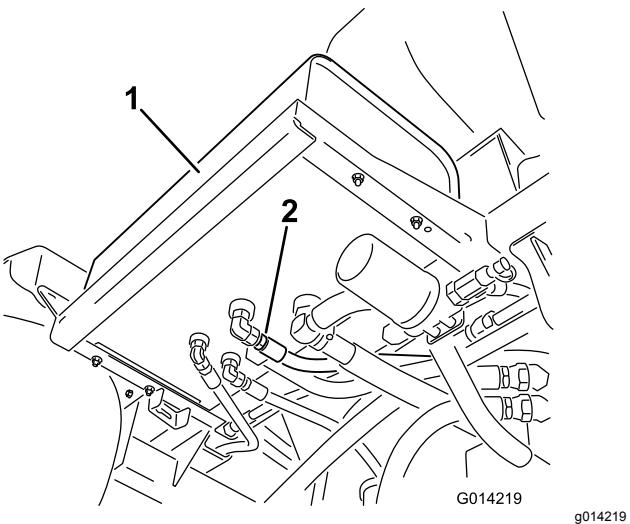

Figura 89
2. Limpie la zona alrededor del acoplamiento de una de las mangueras hidráulicas, en la parte inferior del depósito de fluido hidráulico (Figura 89).
4. Retire el acoplamiento de la manguera del depósito y deje drenar el fluido al recipiente (Figura 89).